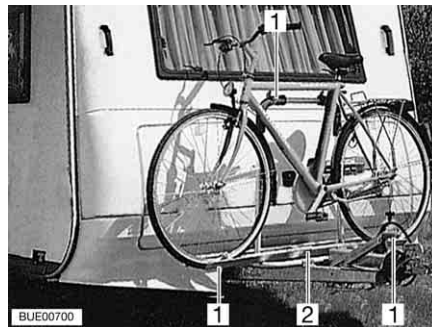

Bild 11 Cykelställ, fram
- Sätt cyklarna på cykelstället (Bild 11,2) och fäst dem med snabbremmarna (Bild 11,1).